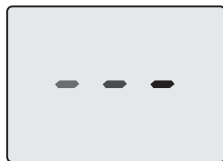
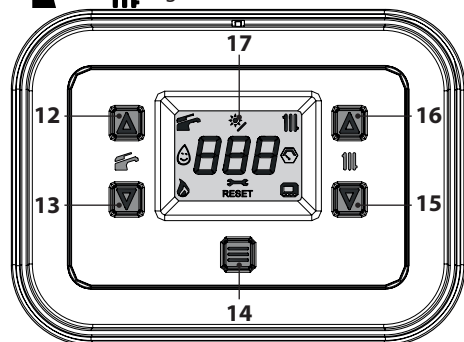
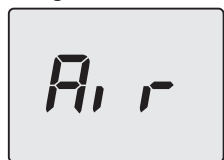
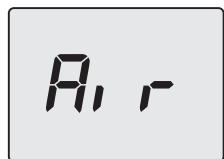

Figura 6.5
Figura 6.6
Figura 6.10
Figura 6.11
- Alimentare elettricamente la caldaia azionando l'interruttore bipolare previsto in installazione. Il display LCD visualizza il simbolo  (i trattini vengono accesi in sequenza per simulare uno scorrimento) (Figura 6.5).
- Tenere premuto per 5 secondi il tasto 14 fino a far apparire sul display entrambe i simboli  e  (Figura 6.6).
- Entrare in "modalità programmazione" premendo contemporaneamente per 5 secondi i tasti 13 e 15 (Figura 6.6) fino a far apparire sul display LCD le lettere **HiS** che indicano il menu "Storico delle caldaie" (Figura 6.8).
- Premere il tasto 14 (Figura 6.6) per attivare la funzione. Il display visualizzerà quanto segue (Figura 6.10 e Figura 6.11).
- tenere premuti contemporaneamente i tasti 13 e 15 per 5 sec. (Figura 6.6) (ritorno al livello precedente).
- Spegnere la caldaia tenendo premuto per 5 secondi il tasto 14 (Figura 6.6) fino a far apparire sul display LCD il simbolo **— — —** (i trattini vengono accesi in sequenza per simulare uno scorrimento) (Figura 6.5).